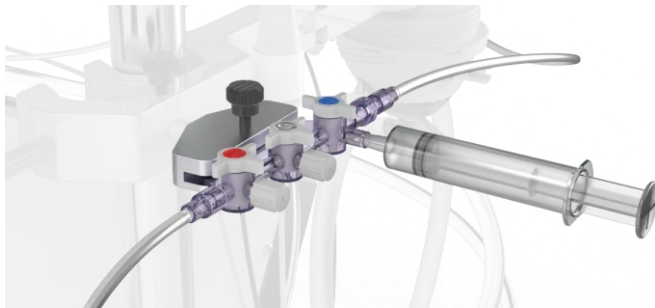

Figure 21 Purgez l'air de la ligne d'échantillonnage en aspirant à l'aide d'une seringue. Assurez-vous que la vanne bleue est orientée comme indiqué.
- Ouvrez la vanne bleue sur l'orifice d'échantillonnage (Figure 21).